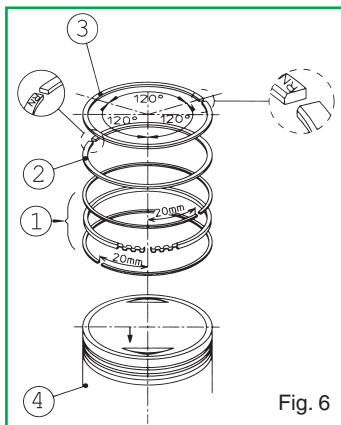

Fig. 6
- Introduire l'expandeur du segment raqueur d'huile dans la gorge spéciale sur le piston, monter l'élément inférieur, puis l'élément supérieur en complétant le montage du raqueur d'huile (Fig. 6 - Pc. 1).
- Monter le deuxième segment avec l'inscription N tournée vers la partie supérieure du piston comme indiqué en Fig. 6 - Pc. 2.
- Insérer le premier segment de compression avec l'inscription N tournée vers la partie supérieure du piston comme indiqué en Fig. 6 - Pc. 3
- Mettre en place les segments comme indiqué en Fig. 6.
- Mettre en place le piston sur la bielle et introduire le nouvel axe. S'assurer que la flèche gravée sur le ciel du piston est tournée côté échappement (Fig. 6 - Pc. 4).
- Vérifier à nouveau que les segments sont bien positionnés comme indiqué en Fig. 6.